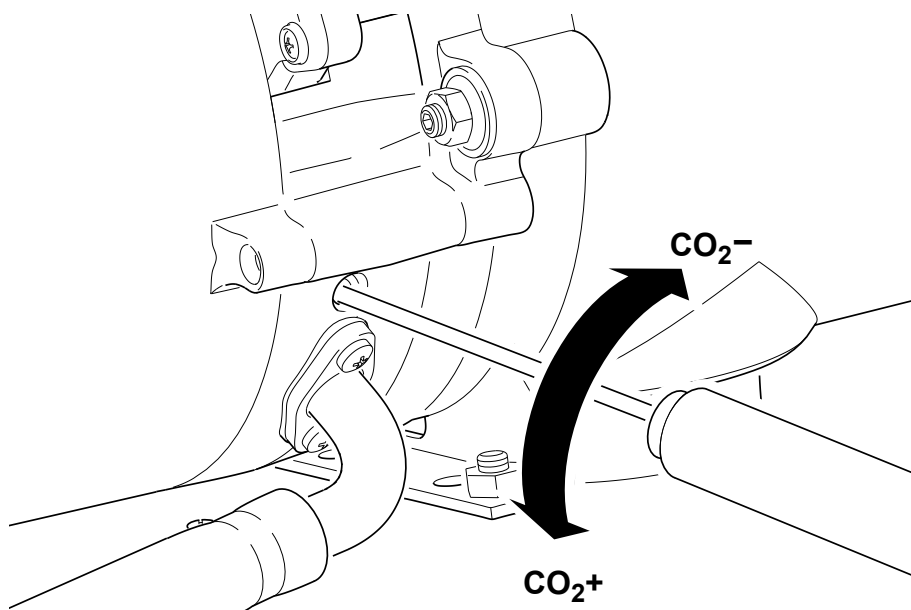

Abb. 701 Einstellung CO2-Abgaswert
Die Einstellung des CO2-Abgaswertes erfolgt mit einer Stellschraube, welche zugänglich ist am Heizgerät über dem Gasanschluss (siehe Abb. 701).
4. Inbusdreher an der Einstellschraube über dem Gasanschluss (siehe Abb. 701) ansetzen und die Stellschraube drehen bis der Sollwert erreicht ist.